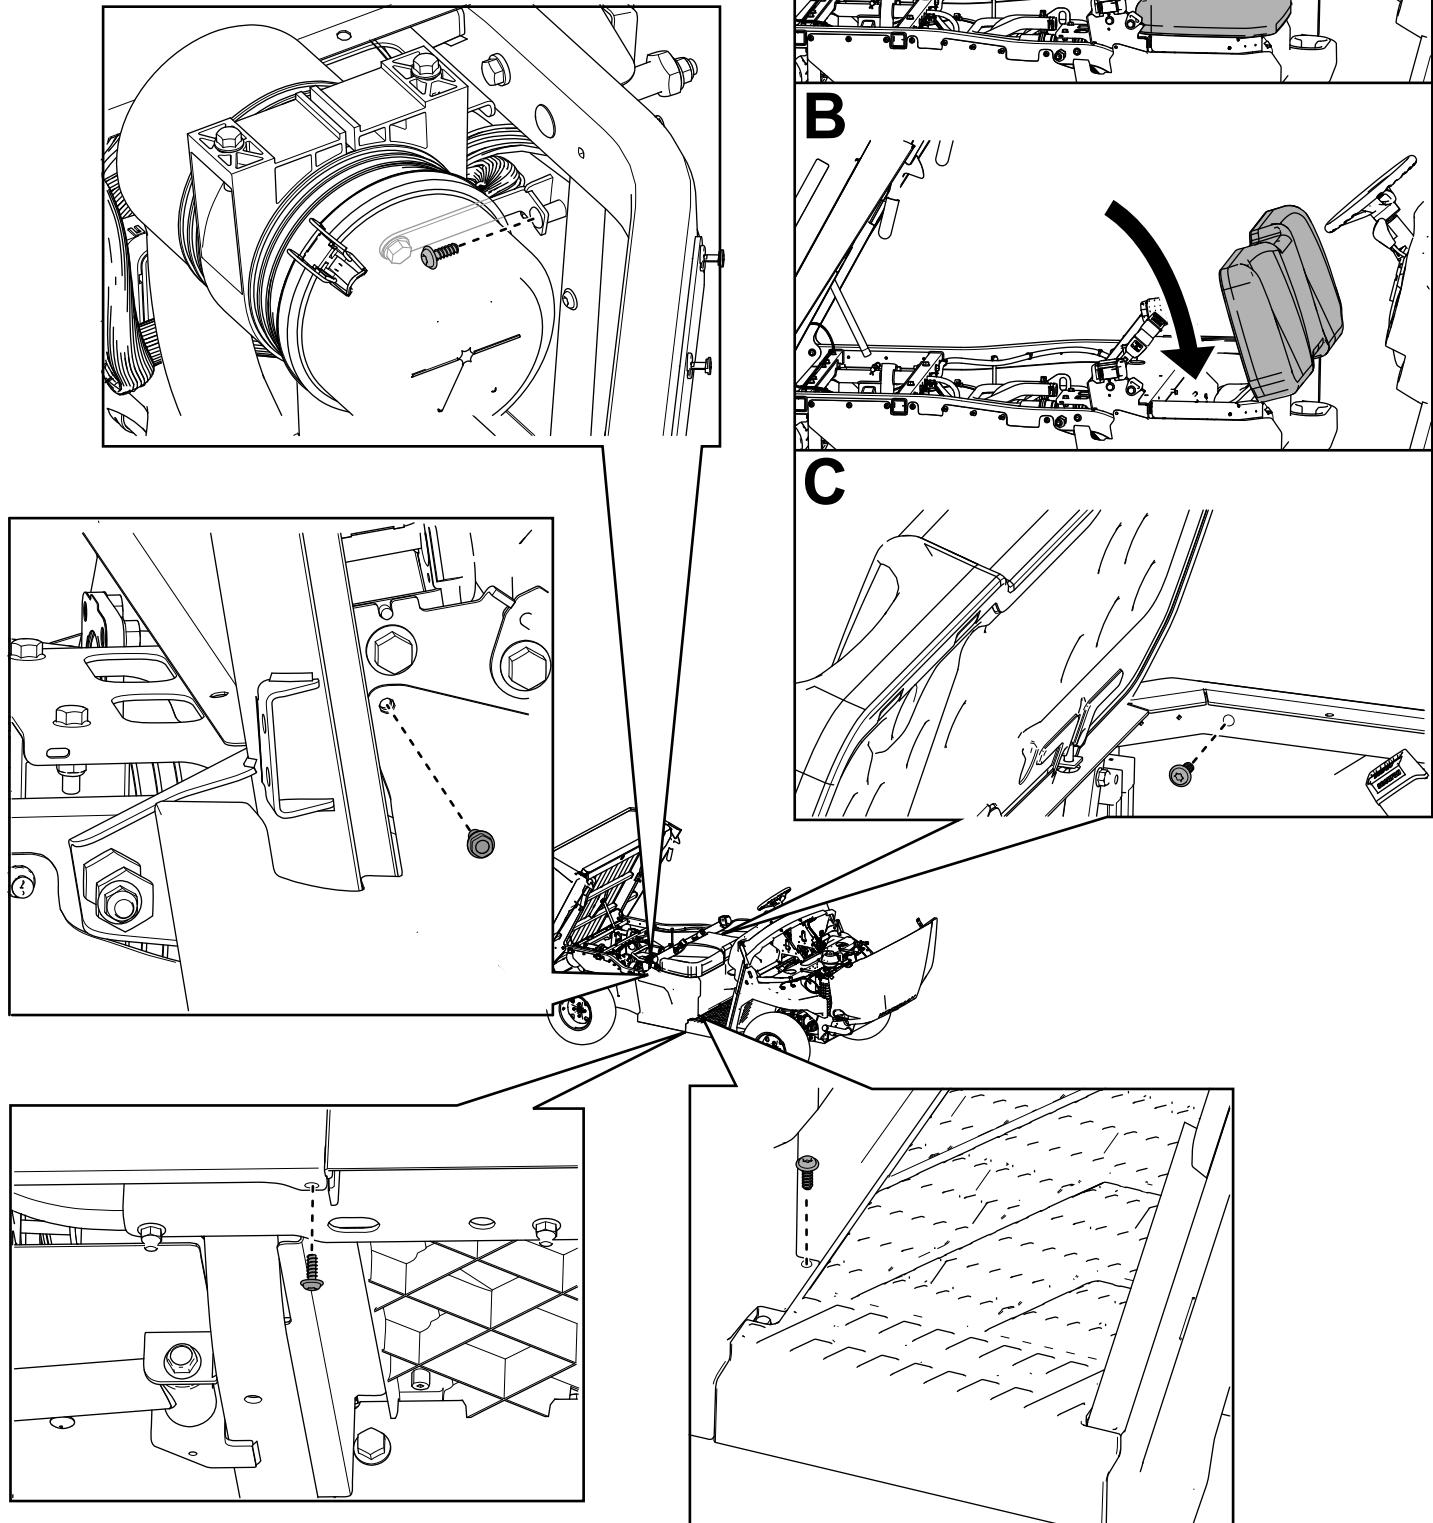

図 28
23. 図 28 のように、左右のシートベースパネルを固定する先ほど外した六角ワッシャボルト 1/4 x 3/4" を使用する。